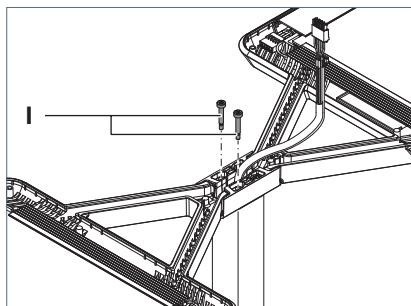

Fig. 9: Fissare la testa dell'apparecchio 2.
- ▶ Serrare le due viti di regolazione **I** fino a quando le teste delle viti sono a filo dell'adattatore, vedere Fig. 9.